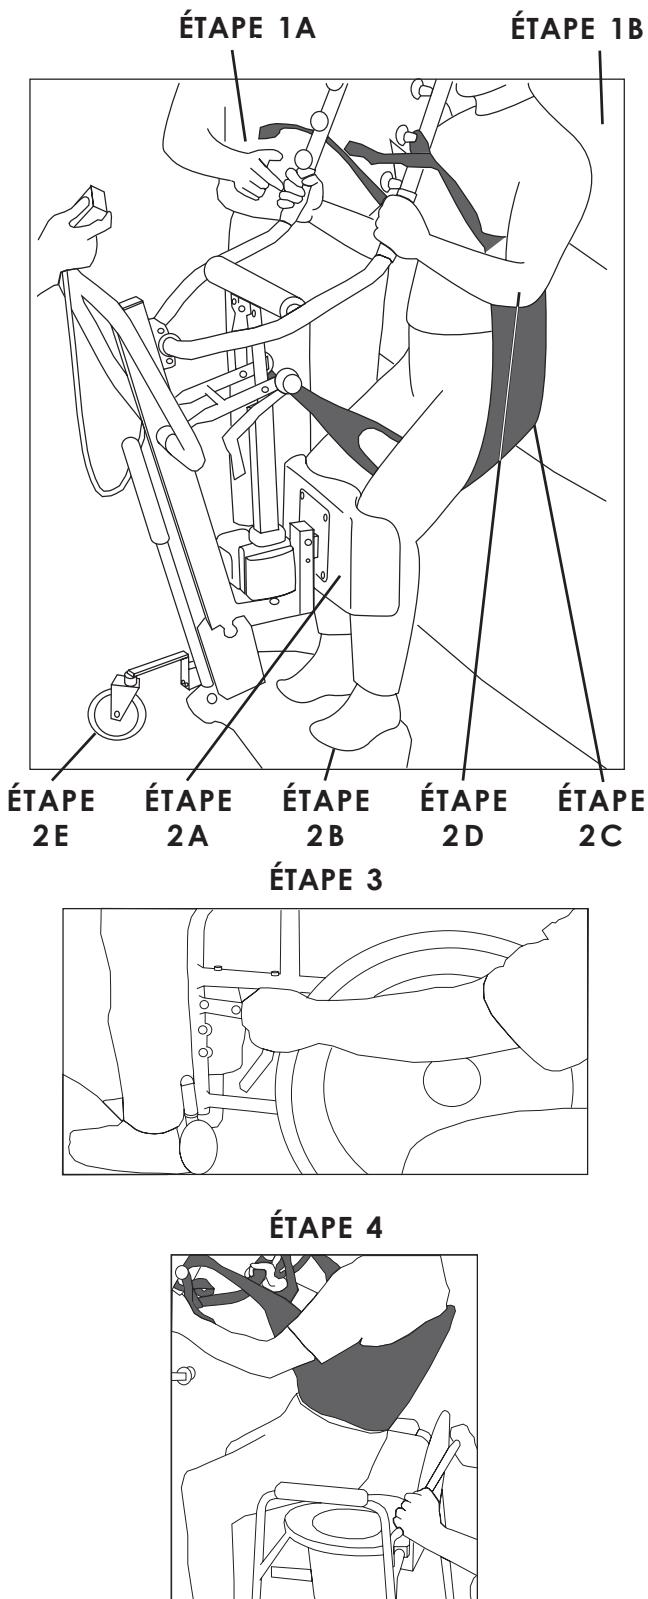

FIGURE 1 - SOULEVER LE PATIENT
- B. Les pieds du patient sont placés sur la palette tel qu'illustré à l'**ÉTAPE 2B** de la **FIGURE 1**.